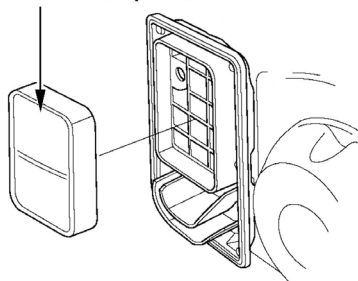

Рис. 17 Обслуживание воздушного фильтра
2. Извлеките фильтрующий элемент (Рис. 17).